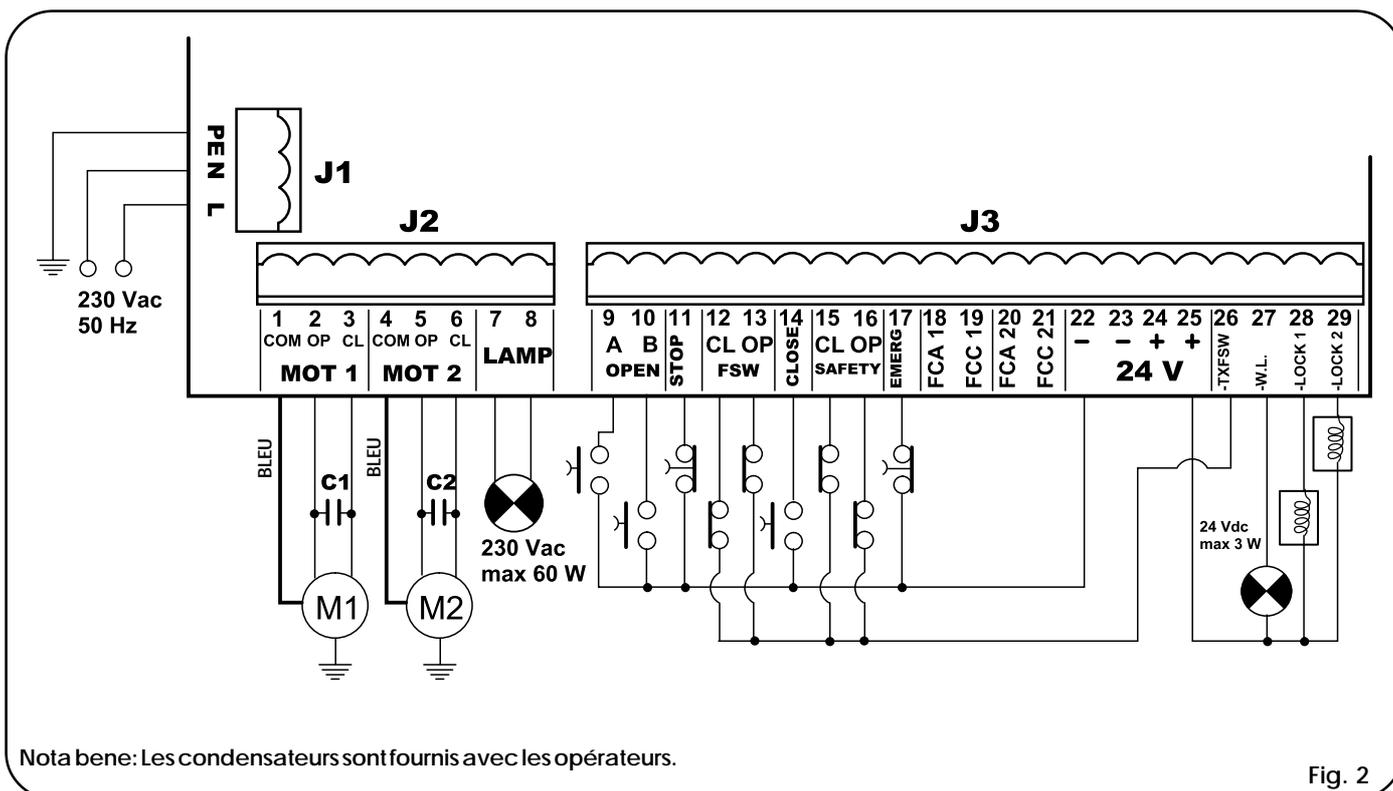

Fig. 2
- Connecter le câble de terre à la borne spécifique prévue sur le connecteur J1 de la platine (voir fig.2).
4.2. Bornier J1 - Alimentation (fig. 2)
4.3. Bornier J2 - Moteurs et feu clignotant (fig. 2)
4.4. Bornier J3 - Accessoires (fig. 2)